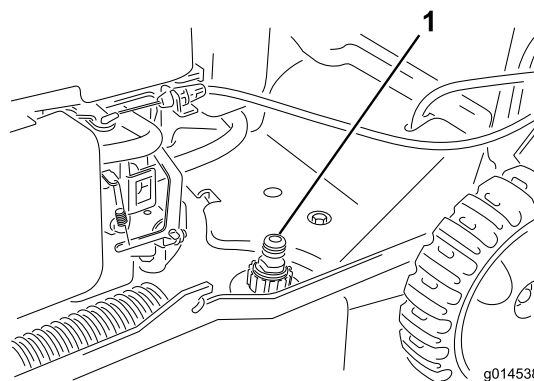

Figura 21
3. Collegate una canna da giardino al rubinetto dell'acqua e al foro di lavaggio (Figura 21).